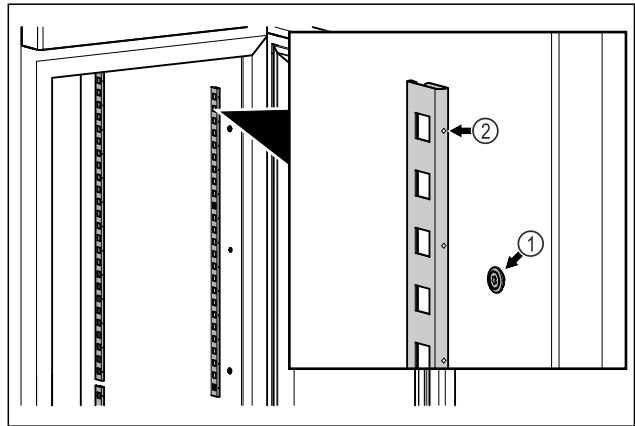

Fig. 56 Atvaizdo pavyzdys
- Įkabinkite fiksavimo juosteles į pakabą Fig. 56 (1). Žyma Fig. 56 (2) turi būti nukreipta į priekį.